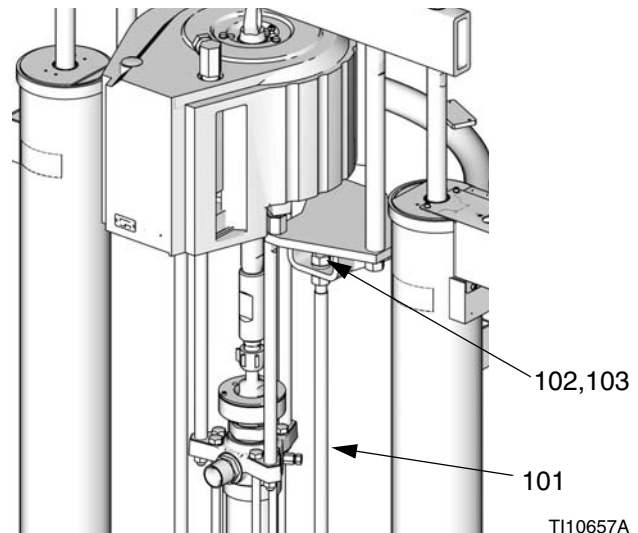

FIG. 20
1. Retire las tuercas y arandelas (102 y 103) de la parte superior de las barras de izado del plato seguidor (103). Vea FIG. 20.
No retire ni ajuste las tuercas (102) de debajo las abrazaderas. Vea FIG. 20. Si se ajustan las tuercas la bomba no engranará completamente con el plato seguidor o bien la reducción de distancia provocará tensiones en el motor, las bielas y la bomba de desplazamiento.
4. Apriete las tuercas (103) y arandelas (102) a la parte superior de las barras de izado del plato seguidor (101). Vea FIG. 20.